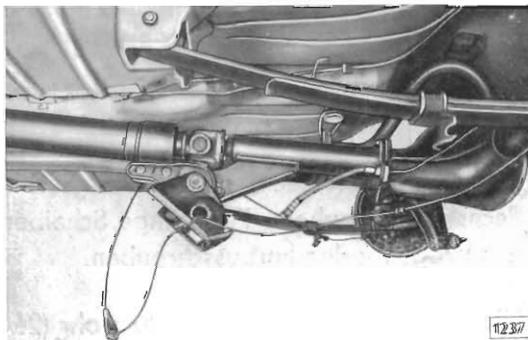

Bild 27 - Hinterachse mit Gelenk und Stützrohr mit Gelenkwelle bis zum Freihängen abgelassen
8. Hinterachse mit Gelenk und Stützrohr (26/4) mit Gelenkwelle bis zum Freihängen ab-lassen (Bild 27). Wagenheber unter Wagen her-ausnehmen.